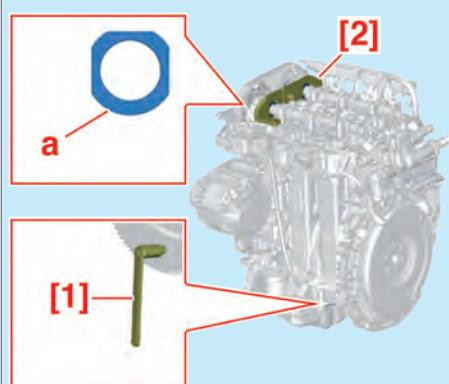

Fig.1
- Tourner le vilebrequin en position de pigeage et bloquer le volant moteur à l'aide de l'outil [1] (Fig.1).